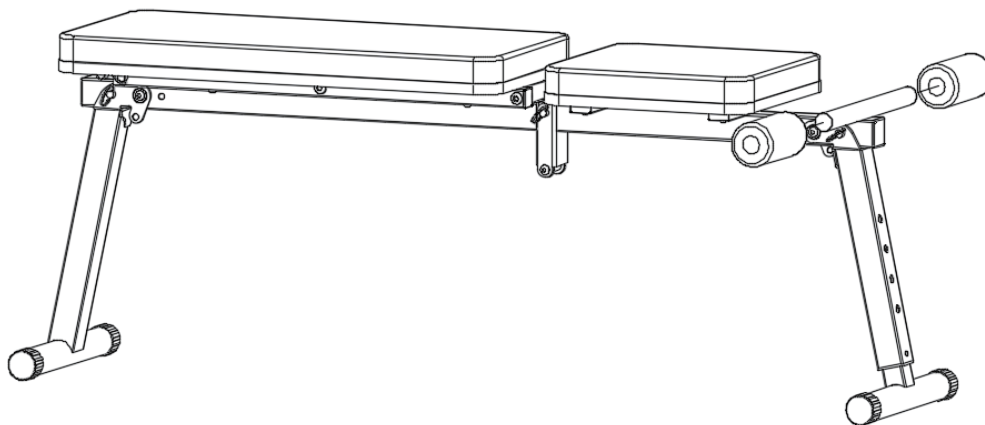

Figure 4
Prenez (2) pièces de mousse et placez-les sur le tube rond comme indiqué à la figure 4